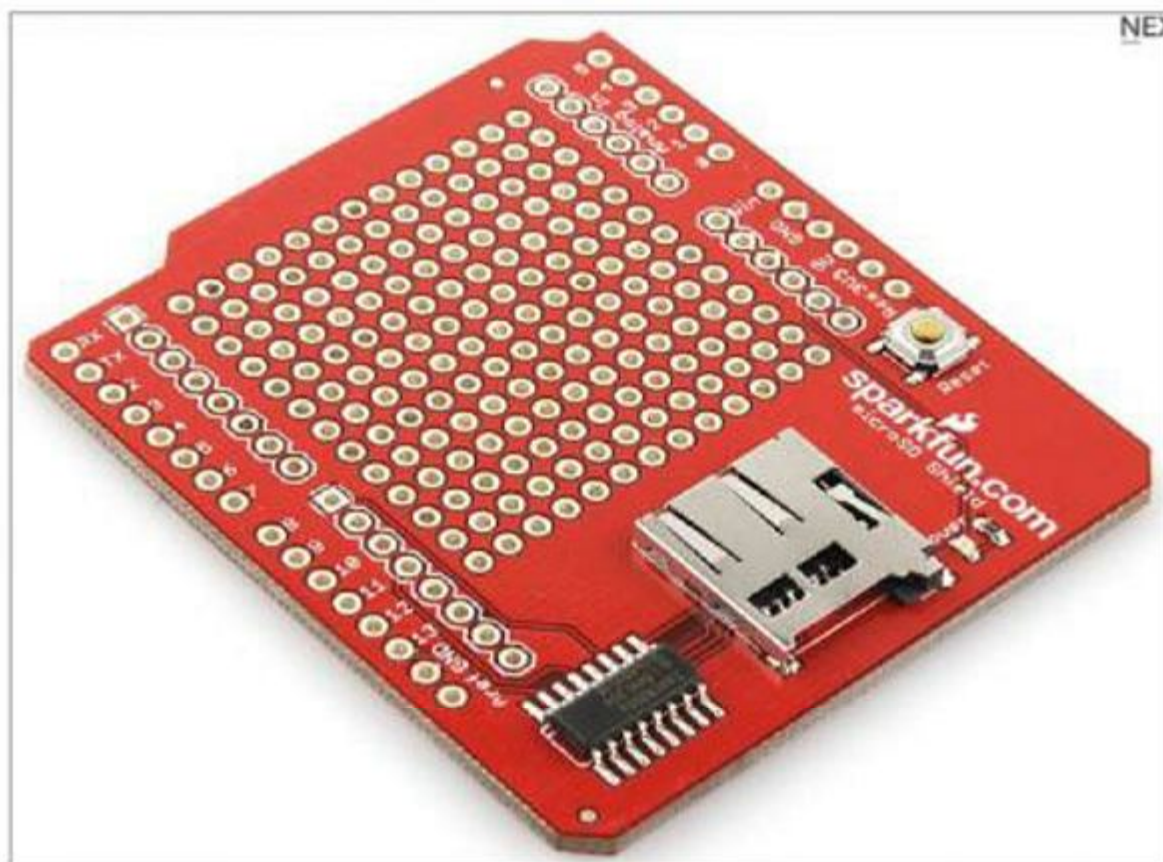

Рис. 3.4. MicroSD Shield
- ❑ **MicroSD Shield** (рис. 3.4) — обеспечивает запись данных на карты microSD;